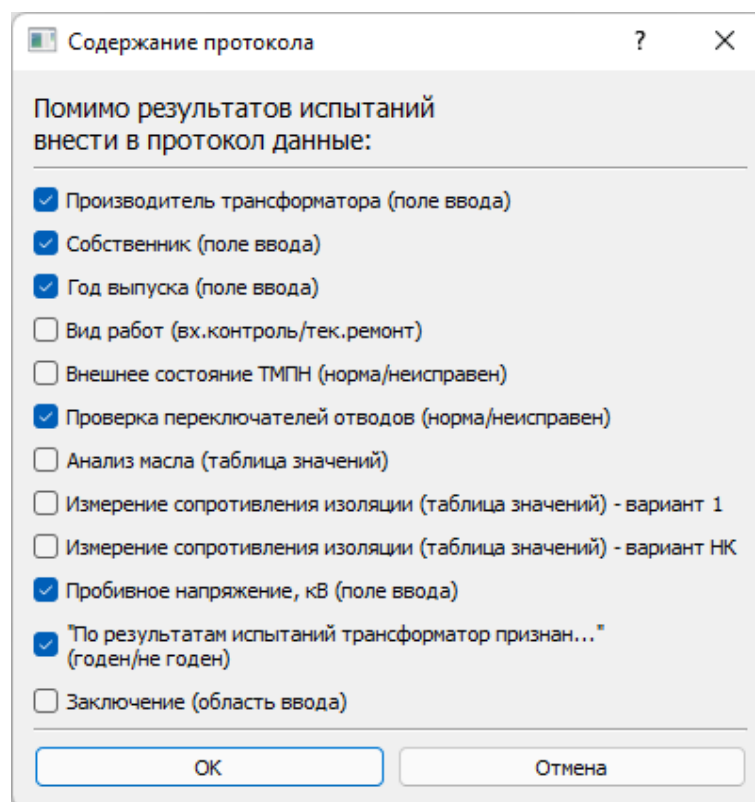

Рис. 31. Диалоговое окно изменения содержания протокола.
**5.7.5.2.** «**Изменить содержание протокола...**» Открывает диалоговое окно (рис. 31), в котором можно выбрать какие сведения помимо результатов испытаний будут включены в протокол. Для каждого из выбранных пунктов во вкладке протокол будут созданы соответствующие элементы ввода (указаны в скобках).